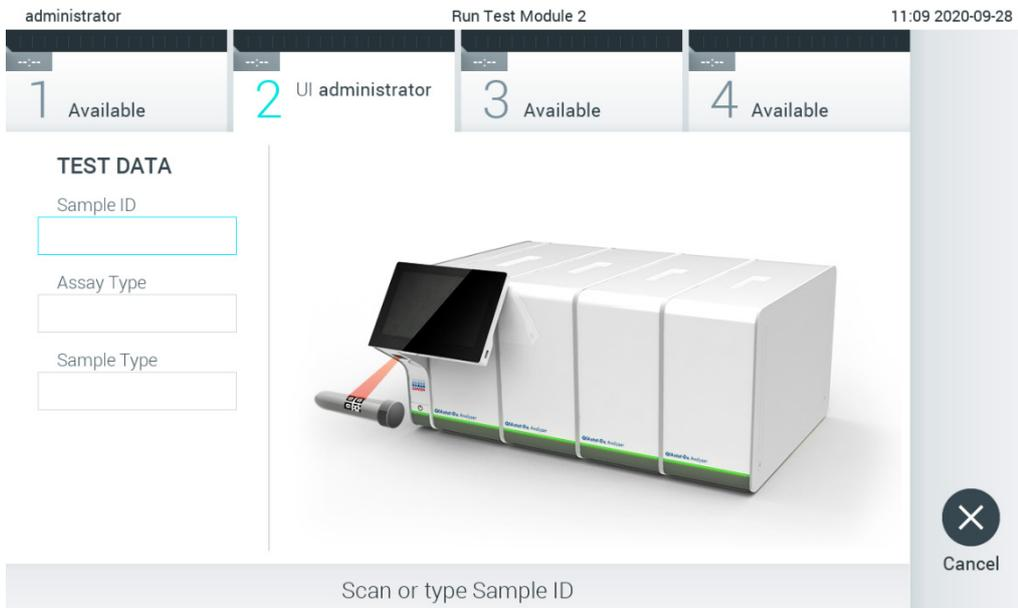

Figura 82. Lendo o código de barras de ID da amostra
2. Quando solicitado, leia o código de barras de ID da amostra com o leitor de códigos de barras integrado no Módulo operacional (Figura 82).